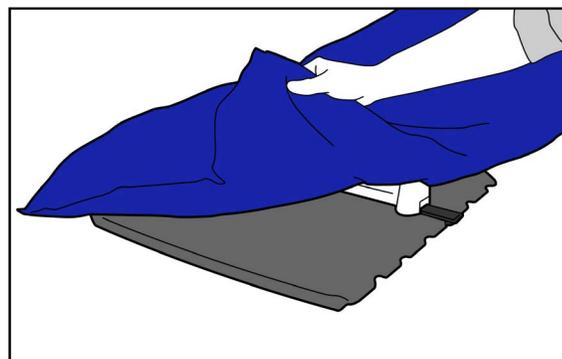

Fig. 6
3. Remplir le coussin avec un volume d'air suffisant pour éliminer les plissures. Placer ensuite le coussin par dessus le ou les systèmes de repérage (Fig. 6).